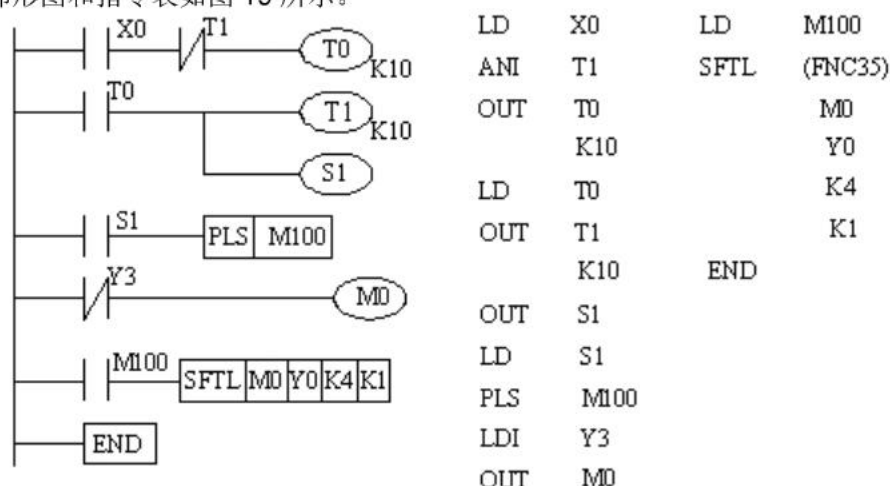

图 19 循环左移位控制程序 (2)
其梯形图和指令表如图 19 所示。
- (1) 按图 19 输入程序。
- (2) 检查程序是否正确。
- (3) 运行程序, 观察 Y0、Y1、Y2 和 Y3 的输出是否和真值表一致。